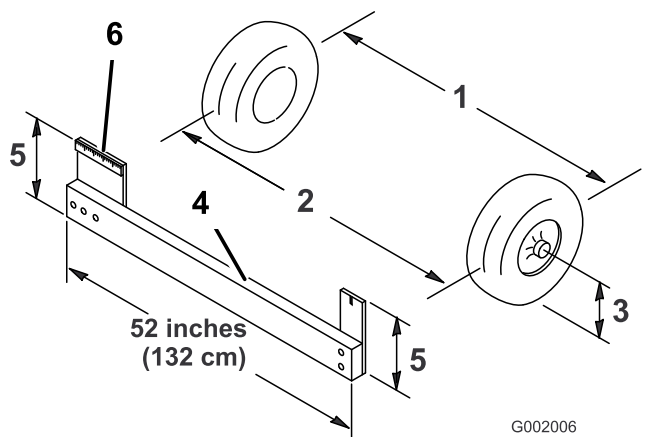

Figura 45
4. Meça a distância entre os pneus dianteiros à altura do eixo na zona dianteira e traseira dos pneus dianteiros (Figura 45).
Nota: Vai necessitar de um objeto ou medidor de alinhamento para obter uma medição precisa da traseira dos pneus dianteiros à altura do eixo. Utilize o mesmo objeto ou medidor de alinhamento para obter uma medição precisa da dianteira dos pneus dianteiros à altura do eixo (Figura 45).